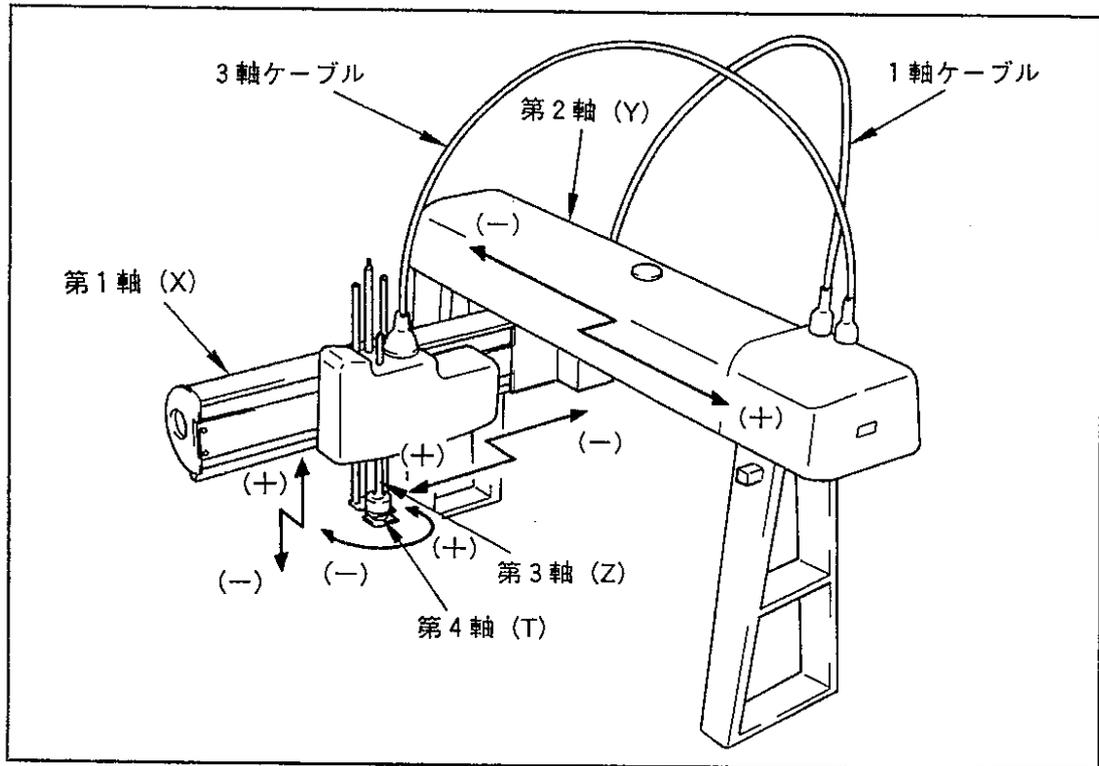
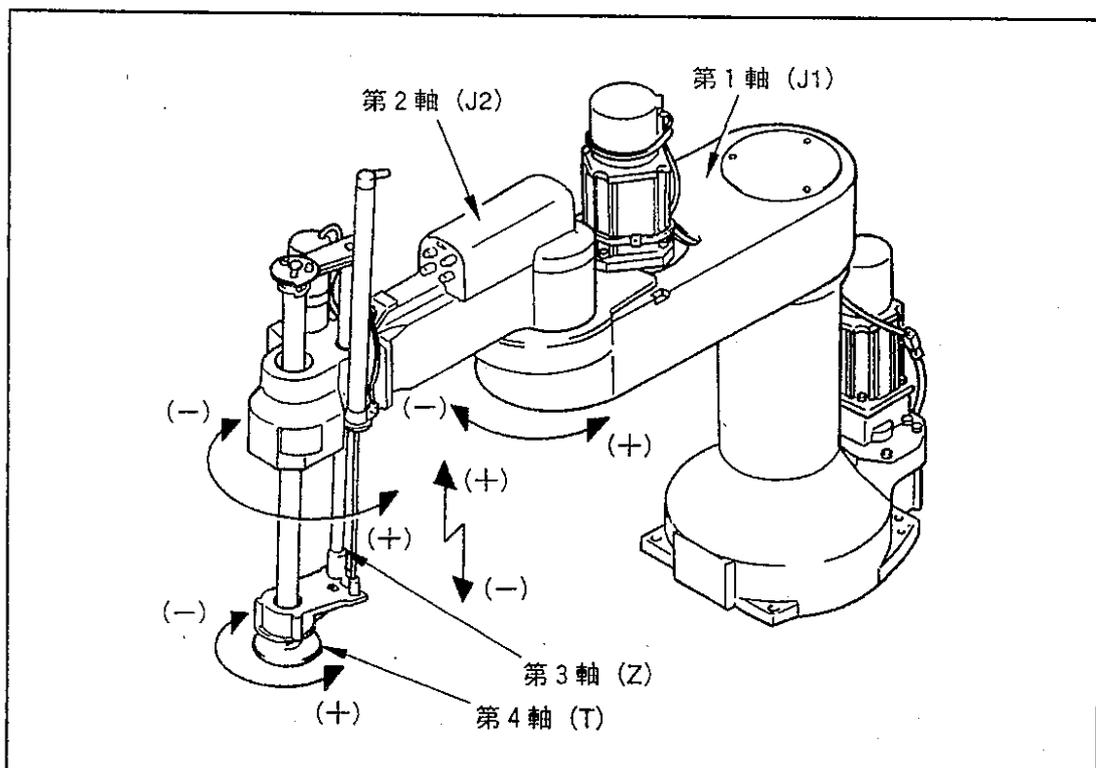

図1-2 ロボット本体各部の名称
図1-3 ロボット本体各部の名称
1.2 ロボット本体各部の名称 ロボットの本体の各部の名称と作動方向を図1-2・図1-3に示します。